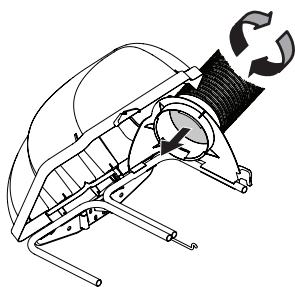

Figura 27
1. Enrosque el lado final superior del manguera (764-05082) en forma segura, en el soporte superior del canal. Existen dos lengüetas en el lado bajo interno del soporte del canal superior que permiten un enrosque seguro. Consulte la Figura 27.